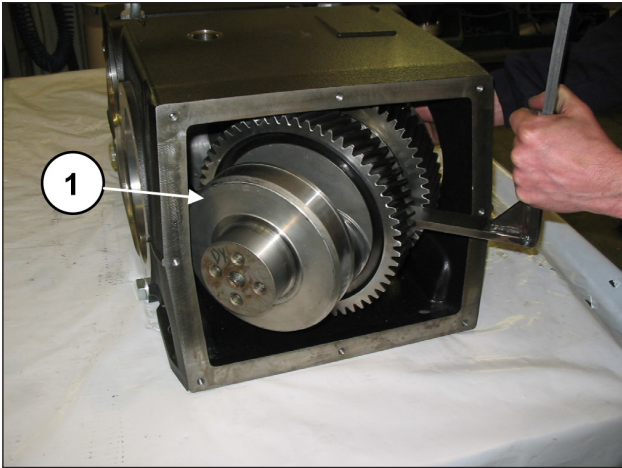

Fig. 40
Dégager le vilebrequin par l'arrière du carter (rep. ①, Fig. 40).